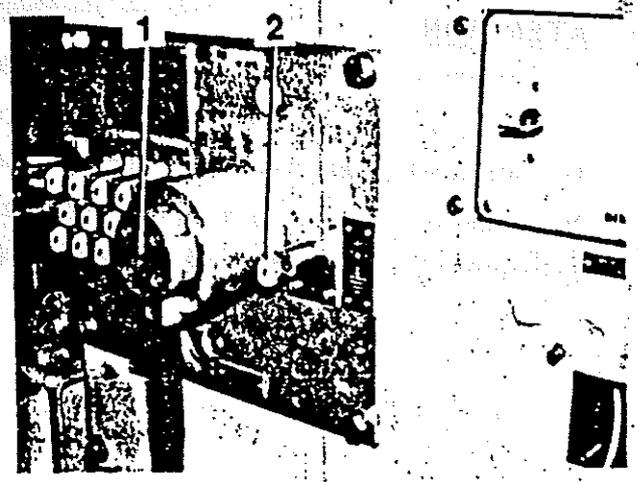

Figura 32 Seccionador de puesta a tierra, en el armario del disyuntor principal CP
- Desenclavar con la llave azul de seguridad (Figura 32/2) el seccionador de puesta a tierra (Figura 32/1) y girar 90° la palanca del mismo hacia el símbolo de tierra.